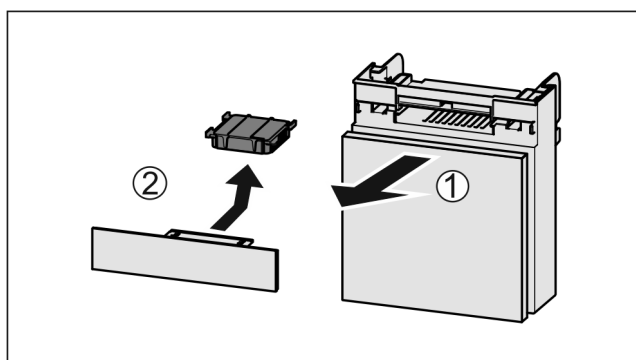

Fig. 185
- ▶ Wyciągnąć Fig. 185 (1) komorę do przodu.
- ▶ Wyjąć Fig. 185 (2) filtr z węglem aktywowanym.